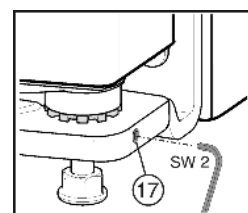

Fig. 12
- ▶ Zatim s navojem *Fig. 12 (17)* malo odvrnite (maksimalno jedan okretaj!).
- ▶ Zatim s navojem *Fig. 12 (17)* ponovno čvrsto pritegnite kako biste fiksirali svornjak ležaja.